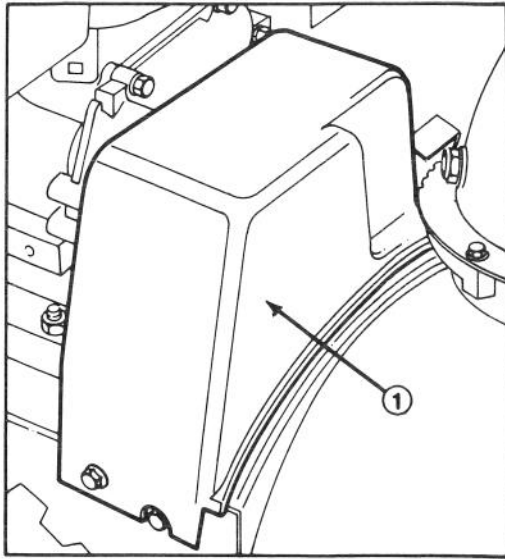

Abbildung 23
2. Die beiden Blechschrauben des Riemenschutzes entfernen und den Riemenchutz abnehmen (Abb. 23).
3. Den Räumwerk-/Antriebsriemen von der Motorriemenscheibe und von der großen Räumwerk-/Gebläse-Riemenscheibe abnehmen (Abb. 23).
2. Die beiden Blechschrauben des RiemenSchutzes entfernen und den RiemenSchutz abnehmen (Abb. 23).